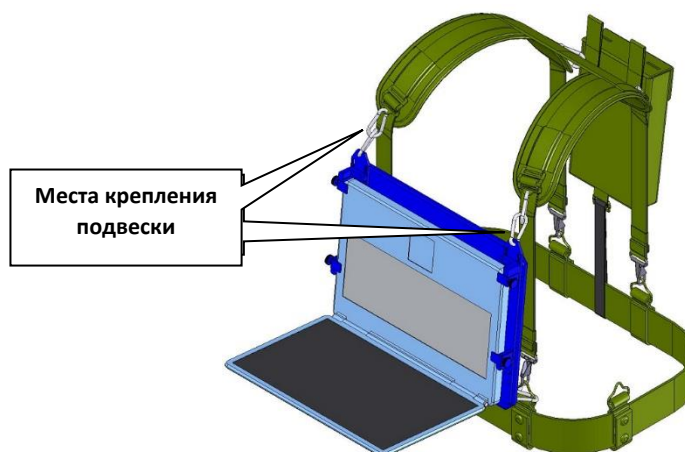

Рис. 2.4 - Ноутбук, блок управления и блок питания на ременно-плечевой системе
- Закрепить карабинами ноутбук, установленный на подвеске, на ременно-плечевой системе, как представлено на Рис. 2.4.